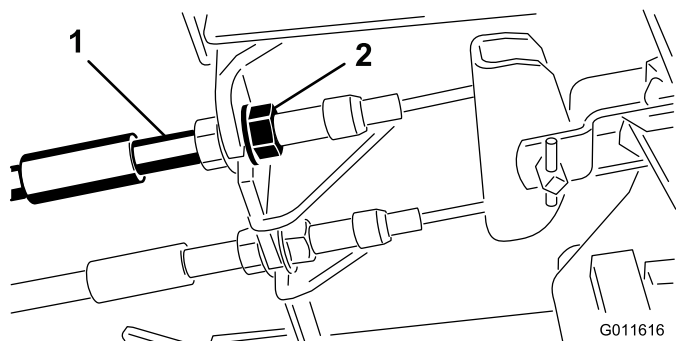

Figura 75
1. Per ridurre il gioco dei pedali del freno, stringete i freno allentando il dado anteriore sull'estremità filettata del cavo del freno (Figura 75).